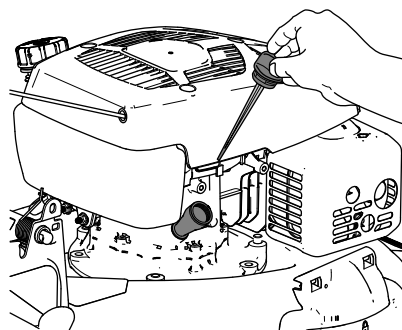

Figura 39
3. Retire la varilla girando el tapón en el sentido contrario a las agujas del reloj y tirando del mismo (Figura 39).